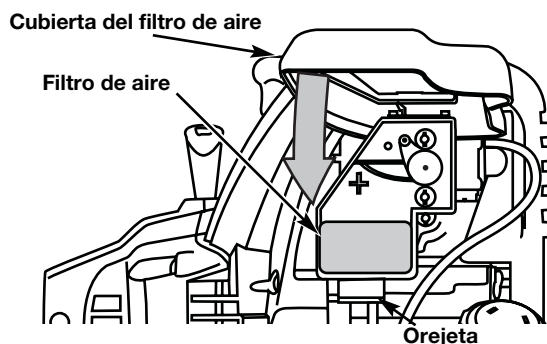

Fig. 50
8. Gire la tapa hacia abajo hasta que la lengüeta de la placa posterior del filtro de aire se enganche en la ranura de la tapa del filtro de aire (Fig. 50).